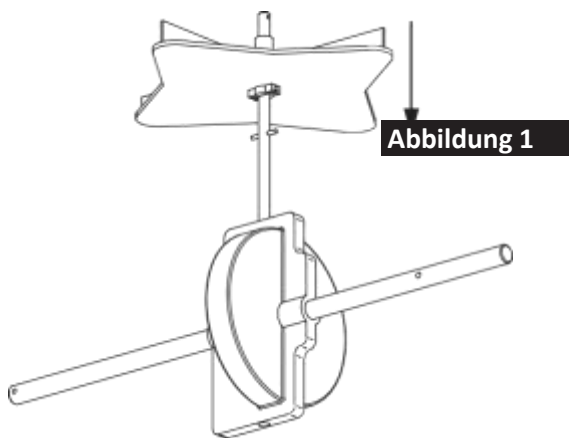

Abbildung 1
1. Drücke die Verteilerdrehplatte auf die Drehplattenwelle, wie in Abbildung 1 angezeigt. Achten Sie darauf, dass der Spannstift in der Drehplattenwelle in der Drehplatte einrastet.